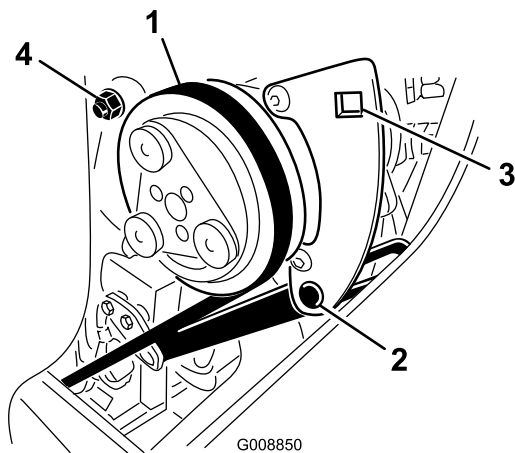

Figura 79
1. Afloje el perno de pivote y el perno de ajuste del compresor (Figura 79).
2. Introduzca una llave dinamométrica en el taladro cuadrado del soporte del compresor (Figura 79).